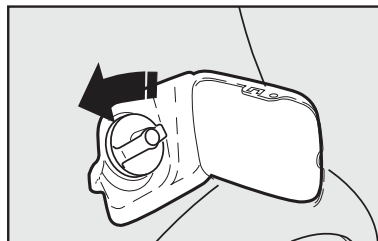

fig. 128
- Para algumas versões, segure a tampa e gire a chave no sentido anti-horário; prossiga girando a tampa **fig. 128** até o seu completo desalojamento;